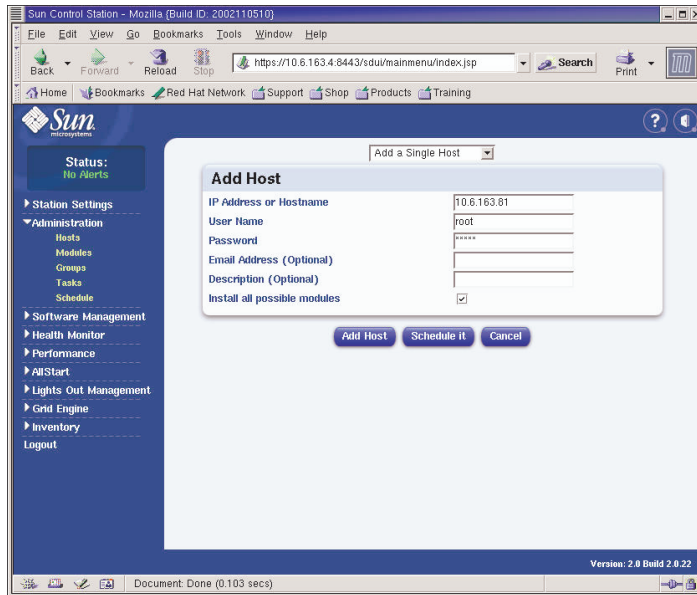

FIGURA 2-26 Finestra **Add Host**
3. Nella finestra **Add Host** configurare le impostazioni per il nodo che si desidera definire come host gestito. Per un esempio, vedere la FIGURA 2-26.